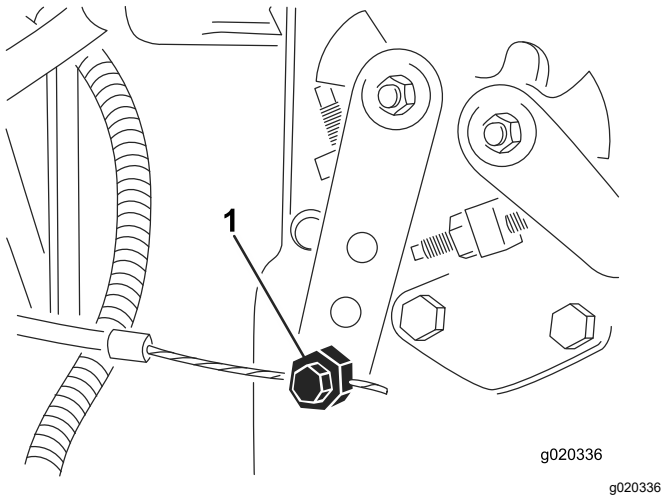

Bild 78
2. Lösen Sie den Bowdenzuganschluss am Hebelarm der Einspritzpumpe (Bild 78).